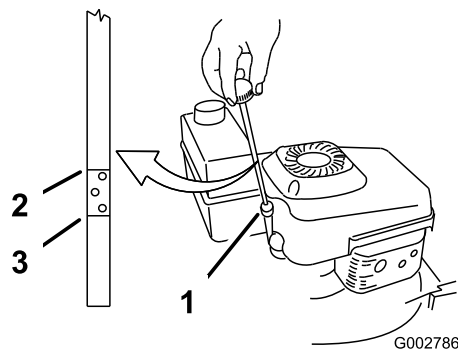

Bild 10
Stellen Sie vor jedem Einsatz sicher, dass der Ölstand zwischen den Marken „Add (Nachfüllen)“ und „Full (Voll)“ am Peilstab steht (Bild 10).
2. Reinigen Sie den Bereich um den Peilstab (Bild 10).
6. Nehmen Sie den Peilstab heraus und lesen Sie den Ölstand ab (Bild 10).